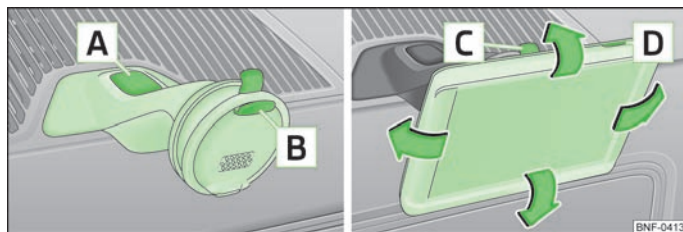

Fig. 75 Alojamento do equipamento multifunções / Equipamento multifunções
- Introduza o equipamento multifunções primeiro no suporte superior **[B]** » Fig. 75 e pressione-o na parte inferior contra o alojamento, até o mesmo encaixar » **!**
- A inclinação pode ser ajustada para a posição pretendida deslocando o equipamento multifunções na direcção das setas » Fig. 75 » **!**
- Com a outra mão, pressione o botão de destrancar **[C]** » Fig. 75 e retire o equipamento.
- Com a outra mão, pressione o botão de destrancar **[A]** » Fig. 75.
- Ligue o equipamento multifunções premindo o botão **[D]** » Fig. 75.